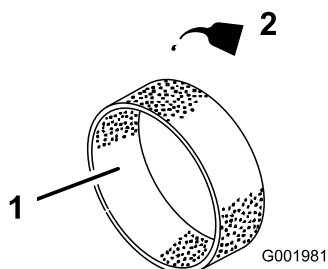

Figura 45
4. Applicate circa 30 – 60 ml d'olio sull'elemento (Figura 45).